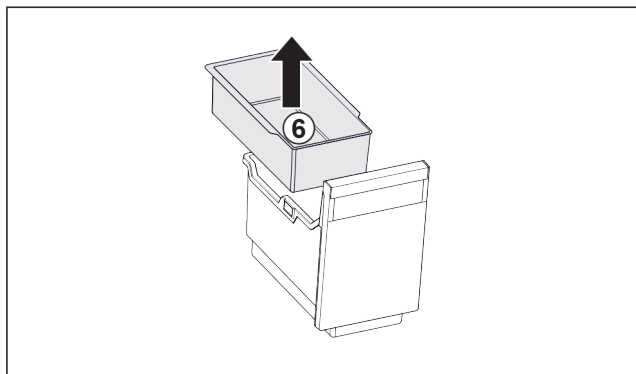

Fig. 105
- ▶ Odoberte závesnú misku Fig. 105 (6).